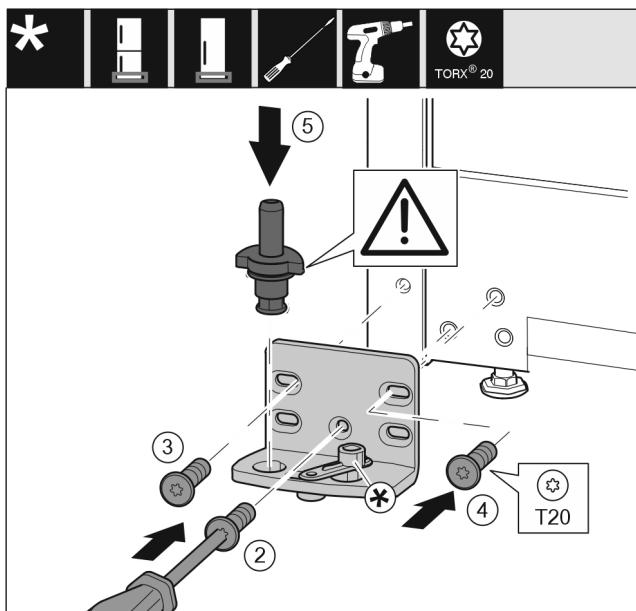

Fig. 16
- ▶ Поставете лагерната стойка от другата страна и я завийте с помощта на отвертка T20. Започнете с винт 2 долу в средата. Fig. 16 (2)
- ▶ Затегните винт 3 и 4. Fig. 16 (3,4)
- ▶ Вкарайте изцяло лагерния болт. При това обърнете внимание на това, фиксиращата гърбица да сочи назад. Fig. 16 (5)